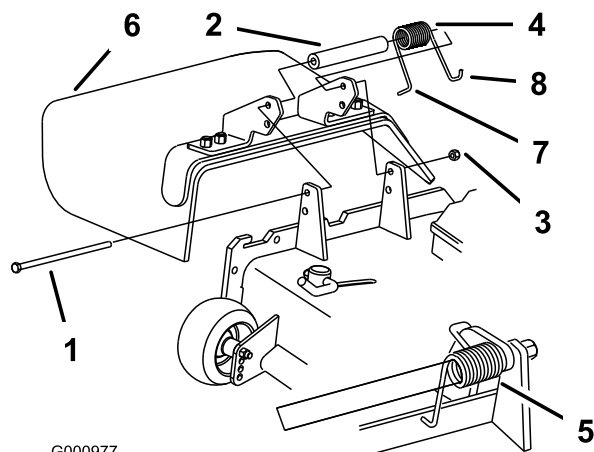

図 36
1. デフレクタをピボット・ブラケットに固定しているロックナット、ボルト、スプリング、スペーサを外す(図 36)。デフレクタを取り外す。
注 ボルトを取り付ける前に、スプリングの L 字形フックが、図 36 のようにデッキのエッジの後ろに取り付けられていることを確認してください。
3. ボルトとナットを取り付ける。スプリングの右側の J 字形フックを、デフレクタに引っ掛ける(図 36)。